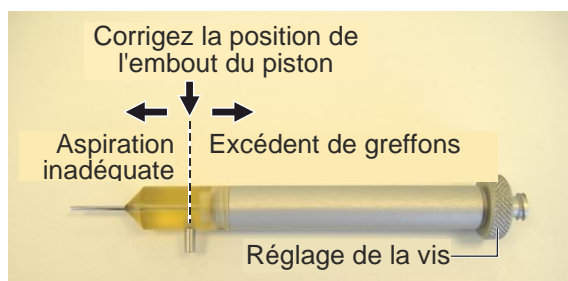

Figure 5-11. Positionnement correct du piston dans la tête de l'implanteur
Lors de l'installation initiale de la tête de l'implanteur dans la pièce à main d'implantation, le piston de l'implanteur reste en position avancée et ne peut être déplacé en tournant la vis de réglage de la pièce à main. L'étalonnage de l'implanteur place l'embout du piston à la bonne position, comme illustré sur la Figure 5-11.
À ce stade, il est important de vérifier que l'embout du piston bien positionné, c'est-à-dire aligné avec le port de succion de la tête de l'implanteur, comme illustré à la Figure 5-11. Dans cette position, la greffe peut être aspirée puis poussée vers le site receveur.
6. Tout en regardant à travers la tête de l'implanteur, utilisez la vis de réglage de la pièce à main pour déplacer l'embout du piston de la tête de l'implanteur à la bonne position, comme illustré sur la Figure 5-11.